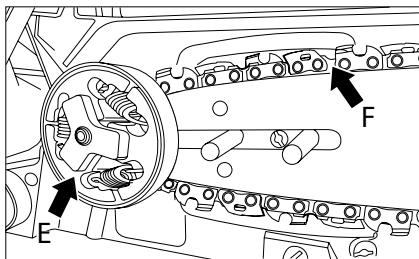

Abb. 8
6. Führen Sie die Kette hinter dem Antriebskettenrad (E). Prüfen Sie, ob die Kettenglieder zwischen den Zähnen des Kettenrads gut gestellt sind (Abb. 8).
7. Stecken Sie die Glieder in die Schienennut (F) umlaufend ein (Abb. 8).